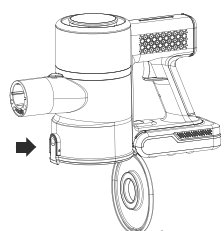

Рисунок 1
2. Нажмите кнопку спуска, нижняя часть автоматически опустится, рис. 1.